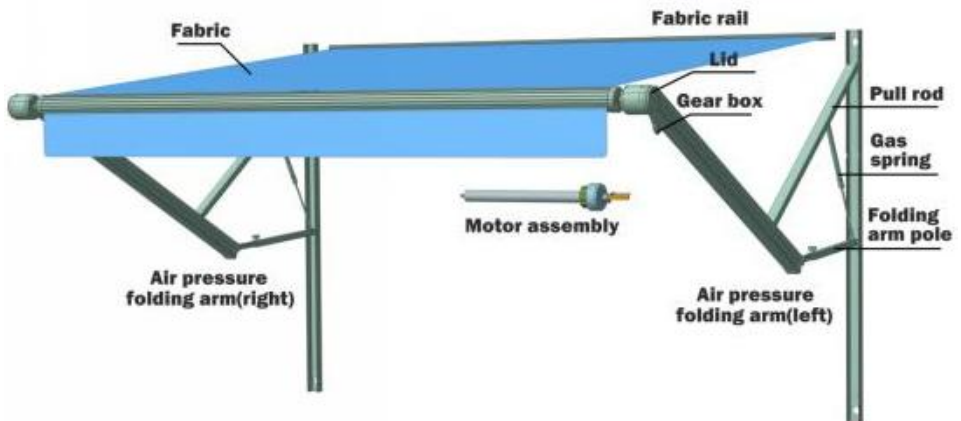

Abbildung D1
B2E - Markisenstrukturdiagramm : Abbildung D1
3.6 Wickeln Sie den Stoff in der gleichen Richtung auf das Wickelrohr, fädeln Sie das andere Ende in die Stoffleiste des Fahrzeugs ein (Abbildung D1 3) und setzen Sie die Rollenbaugruppe schließlich in die Stahlwelle am oberen Ende des Motorklapparms ein. Befestigen Sie die Schrauben zur Verbindung und fixieren Sie die Rollenendabdeckung an der Stahlwelle (Abbildung D1 4).
3.7.3 Entfernen Sie den Sicherungsstift an der nicht motorseitigen Endabdeckung der Trommel (Abbildung D1 8), lösen Sie den Klapparm und spannen Sie die Stoffrolle unter Krafteinwirkung.
Wenn die Aufziehfeder auf der dem Motor abgewandten Seite nicht gespannt oder gelöst ist, können Sie die Halterung greifen und sie 10 Mal in Pfeilrichtung bis zum voreingestellten Drehmoment drehen. (Abbildung D1 9)